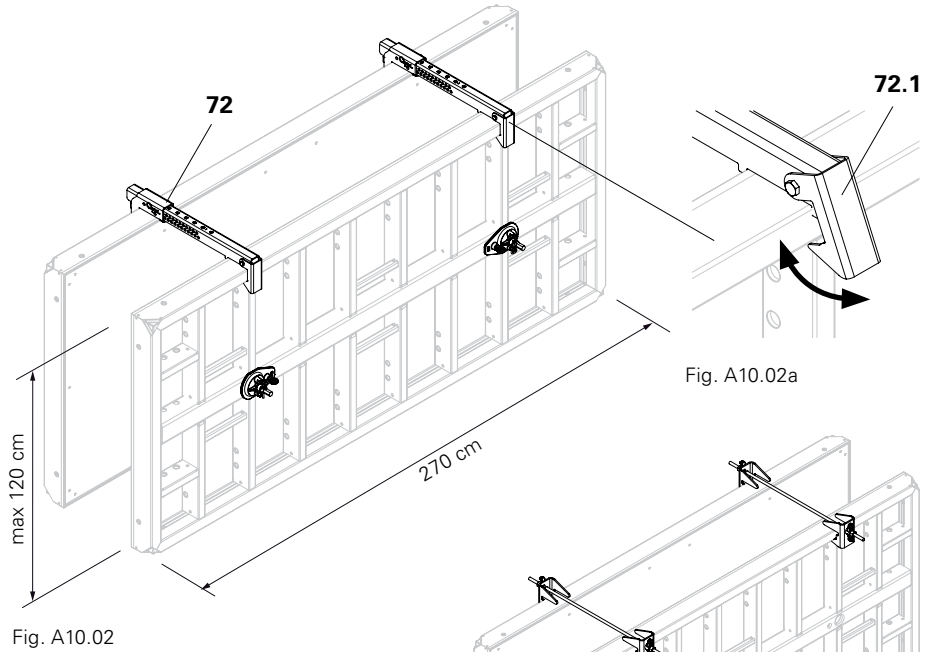

Fig. A10.02
La messa in opera, in sommità degli elementi telaio, della morsa di serraggio MX (72) in asse ai tiranti aumenta la resistenza e la stabilità della cassaforma alle sollecitazioni (Fig. A10.02)